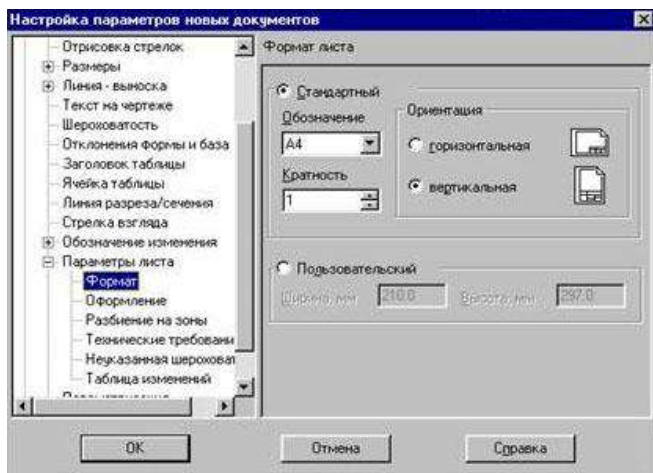

Рисунок 2.2 – Діалогове вікно вибору формату креслення
- для вибору формату (рис. 2.2) – «Графический документ» ► «Параметры листа» ► «Формат»;